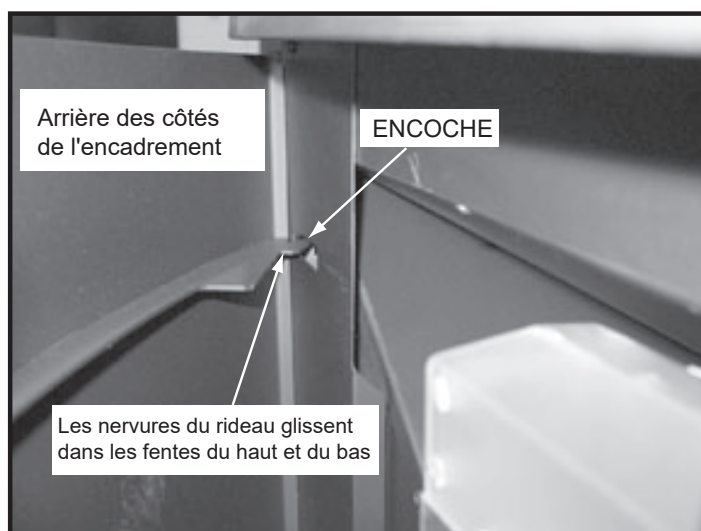
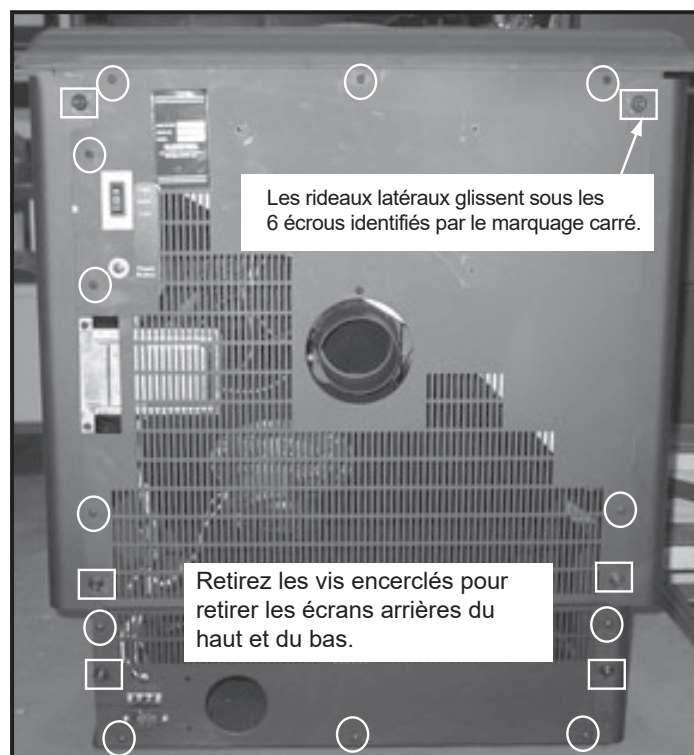

Figure 27.1
Figure 27.3
- Retirez les écrans verticaux latéraux de droite en haut et en bas en desserrant un écrou de 7/16 pouces à l'arrière et retirez-les de l'appareil. Pour remettre en place l'écran vertical, incurvez-le pour le fixer. **Figure 27.1.**
- Retirez les rideaux latéraux du haut et du bas. **Figure 27.1.** Retirez les rideaux arrière du haut et du bas. **Figure 27.3.**